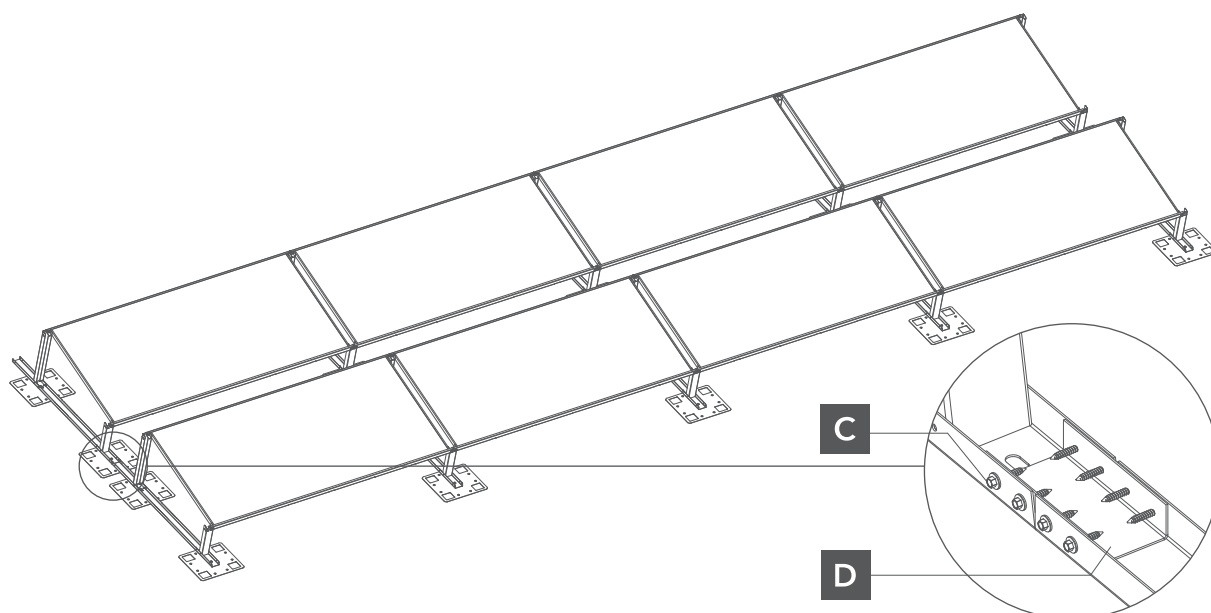

Abb. 7 Verbindung der Montagedreiecke mit einem Verbindungsstück
- 6** Wenn zwei oder mehr Reihen von Photovoltaikmodulen installiert werden sollen, müssen die Montagedreiecke mit einem Verbindungsstück verbunden werden (Abb. 7).